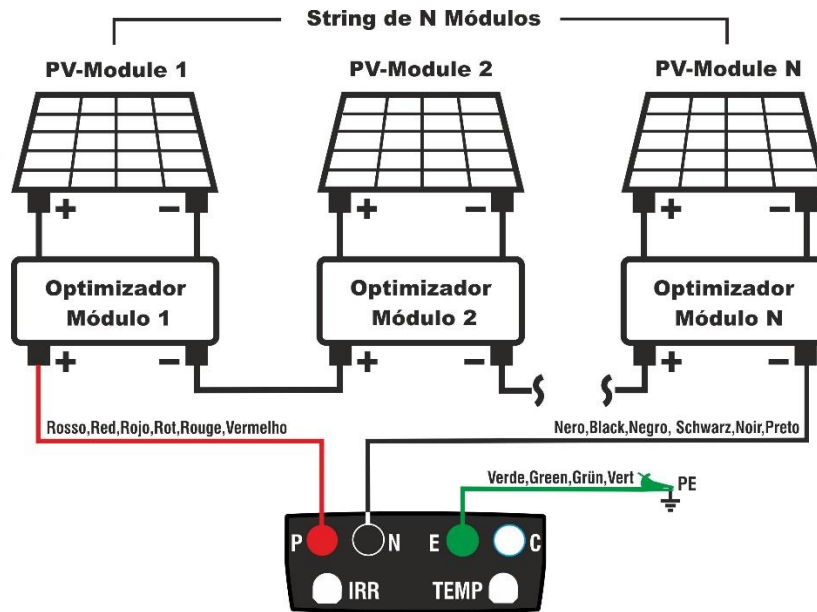

Fig. 10: Conexión del instrumento para la medida de aislamiento con optimizadores
5. Conecte el instrumento a la salida de la serie de optimizadores asociados a la string en pruebas como se muestra en la Fig. 10. En particular, conecte el polo Positivo de la salida del **primer optimizador** en la entrada P, el polo Negativo de la salida del **último optimizador** al terminal N y el terminal E al nodo principal de tierra de la instalación
4. Conecte el instrumento a la salida de la serie de optimizadores asociados a la string en pruebas como se muestra en la Fig. 10. En particular, conecte el polo Positivo de la salida del **primer optimizador** al terminal P, el polo Negativo de la salida del **último optimizador** al terminal N y el terminal E al nodo principal de tierra de la instalación